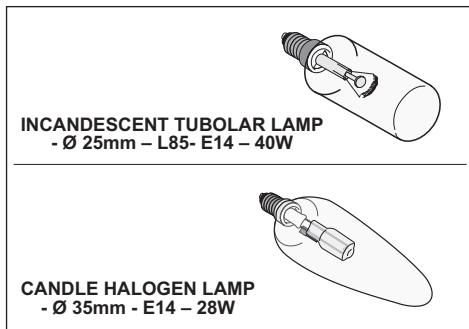

Fig.19
• Замена лампочки накаливания/галогенной (Рис.19):